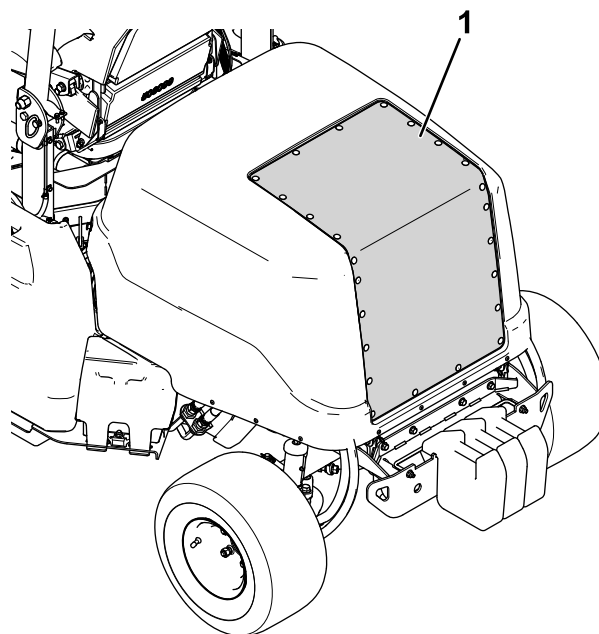

Figure 69
2. Nettoyez la grille du capot à l'air comprimé (voir Figure 69). Dirigez l'air de l'intérieur vers l'extérieur de la machine.